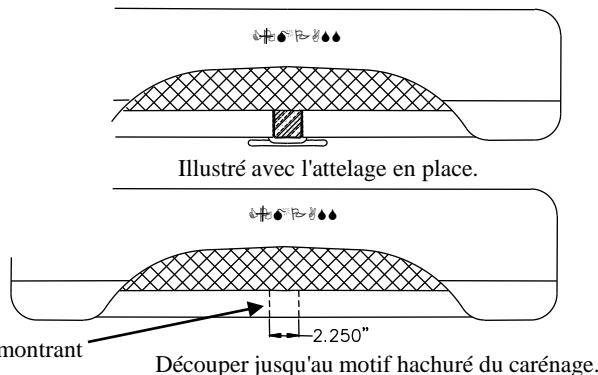

Figure 2
- Modèle Compass Rallye seulement.** Utiliser le récepteur d'attelage tubulaire comme guide pour découper une ouverture de 2-1/4 po (largeur) par 2 po (hauteur) dans le carénage de pare-chocs pour le dégagement de la boule d'attelage. Voir la Figure 2.